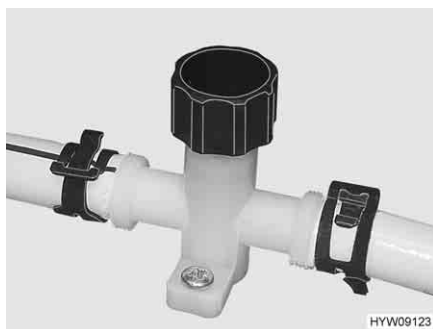
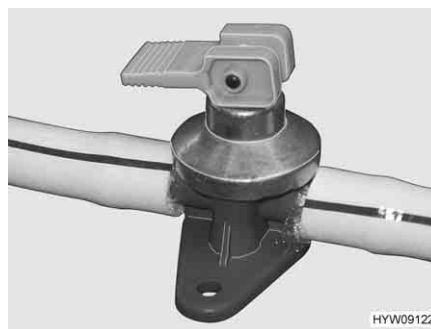

Fig. 131 Rubinetto di scarico (tubatura dell'acqua)
Fig. 132 Rubinetto di scarico (boiler Alde)
- Chiudere i rubinetti di scarico. Ruotare i coperchi (Fig. 131) in senso orario e posizionare la leva a bilanciere (Fig. 132) in posizione orizzontale.
- Aprire i rubinetti di scarico. A questo scopo, ruotare il coperchio (Fig. 131) in senso antiorario e posizionare verticalmente la leva a bilanciere (Fig. 132).